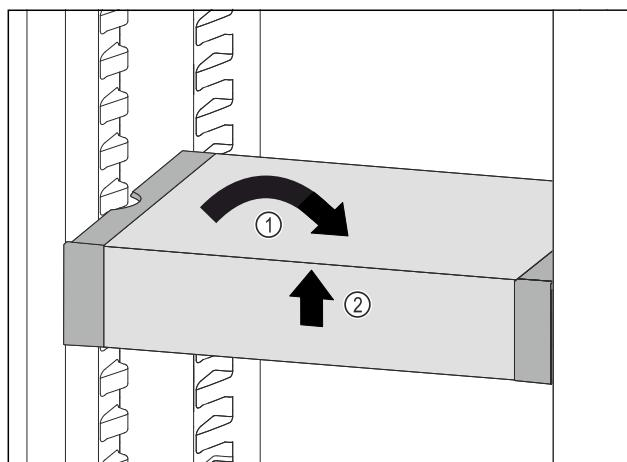

Fig. 143
▶ Изправете VarioSafe. Fig. 143 (1)
▶ Повдигнете VarioSafe отпред. Fig. 143 (2)